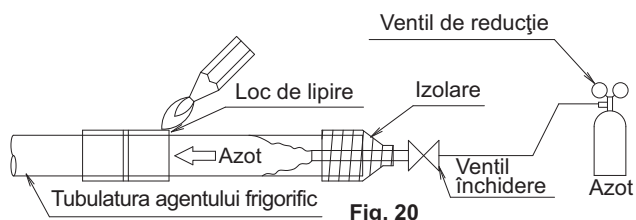

Fig. 20
- Înainte de lipirea tubulaturii de agent frigorific, suflați cu azot tubulatura de agent frigorific și dezlocuiți aerul cu azot. Apoi, efectuați lipitura (NOTA 2). (Consultați Fig. 20) La finalizarea tuturor lucrărilor de lipire, executați racordul mandrinat la unitatea interioară.